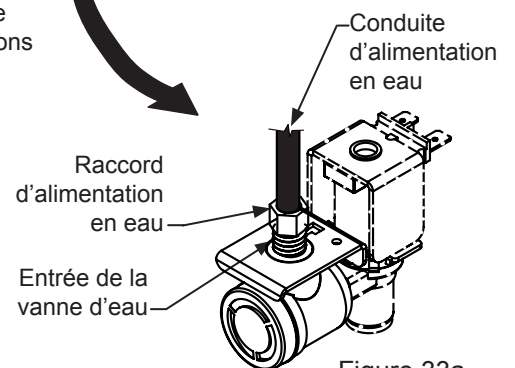
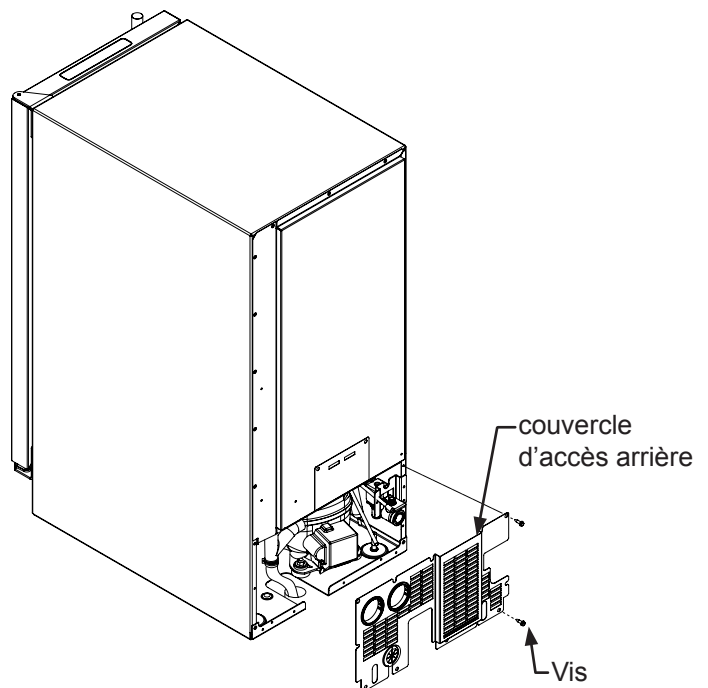

Figure 33a
Figure 34
2. Débranchez le raccord d'alimentation en eau à l'entrée de la vanne d'eau (Voyez la Figure 33a).
3. Passez la commande électronique en position "CLEAN" pendant environ une (1) minute. Cela va activer et ouvrir la vanne d'eau et éliminer la plupart du contenu de la vanne et de la conduite de sortie de vanne vers le réservoir.
6. Ôtez le couvercle d'accès de l'arrière de l'appareil à glaçons (Voyez la Figure 34).